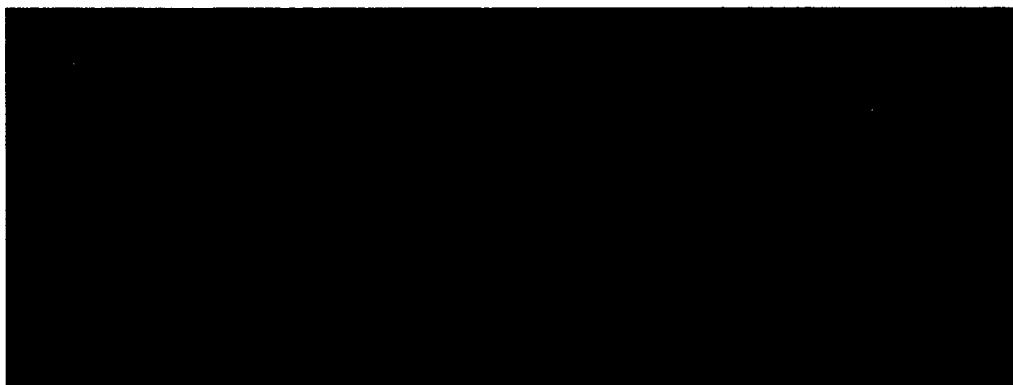

Рис. 1. Образец ухвата с ручкой
1. С помощью образца (рис. 1) и по заданным габаритным размерам сконструировать и выточить ручку для ухвата.